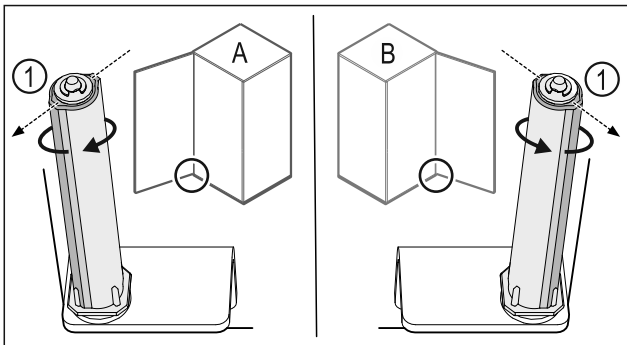

Fig. 43 Розкриття ліворуч (A) / Розкриття праворуч (B)
- ▶ Систему закриття повертати проти опору доки перемичка системи закриття Fig. 43 (1) не покажує назовні.